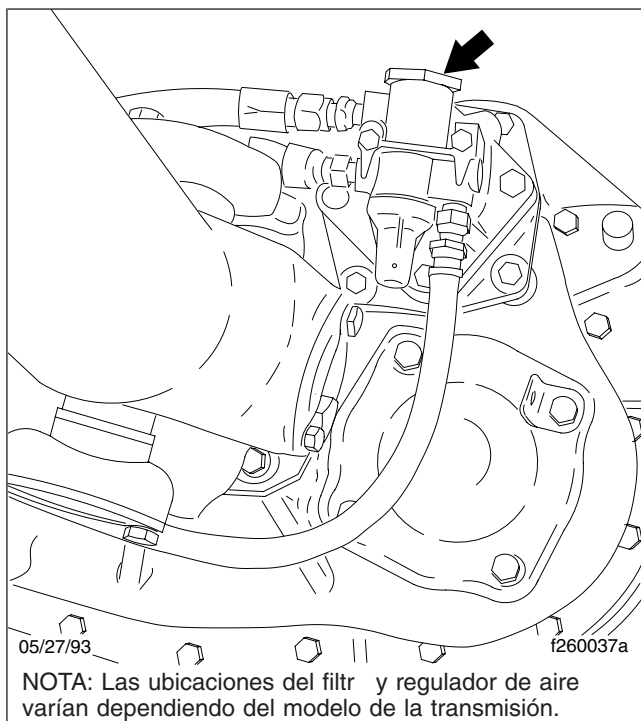

Figura 3, Ubicación del filtro y regulador de aire de las transmisiones Eaton Fuller
2. Limpie el exterior del filtro y regulador de aire con solvente limpiador y déjelo secar al aire. Vea la Figura 3.